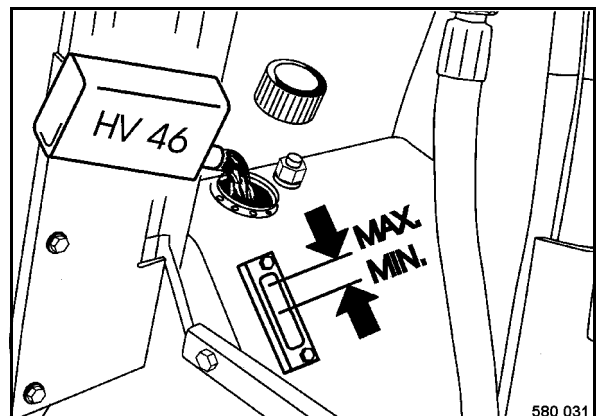

fig. 145
- Retirer le bouchon de remplissage (fig. 145).